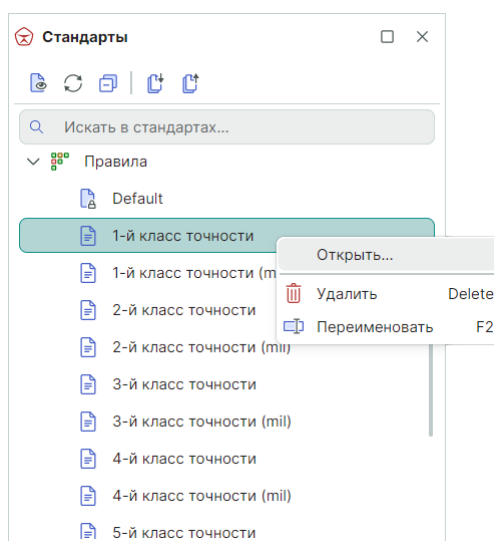

Рис. 128 Вызов редактора правил
2. Вызовите контекстное меню и выберите команду «Открыть...» или дважды кликните по выбранному шаблону, см. Рис. 128.